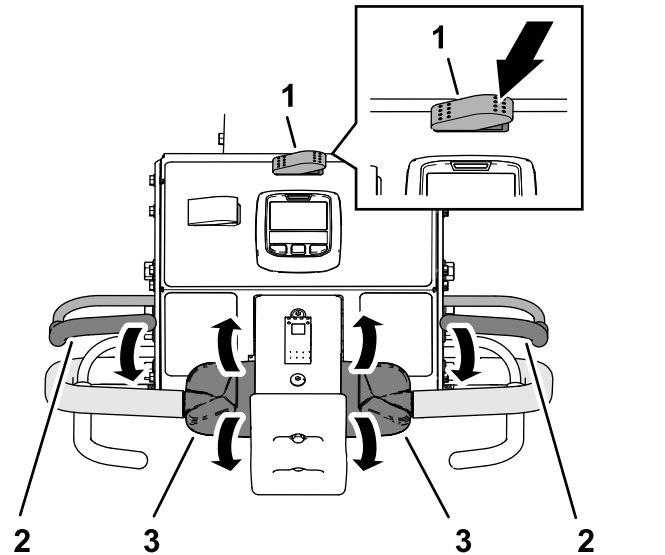

Bild 87
3. Drücken Sie die rechte Seite des Transport-/Aerifizierschalters in die AERIFIZIEREN-Stellung (Bild 87).
5. Fassen Sie den linken oder rechten Lenker und den Schaltbügel (Bild 87), und drücken Sie den Schaltbügel an den Lenker.